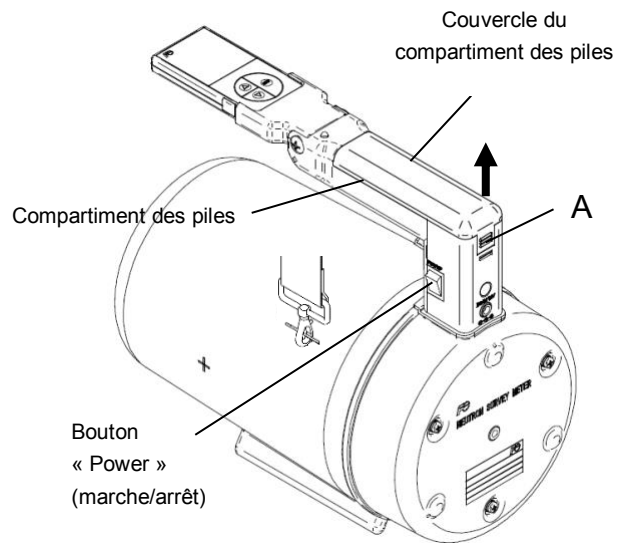

Figure 6-1 Retrait des piles
- (1) Placez l'interrupteur « Power » (marche/arrêt) du corps principal sur « OFF ».
- (2) En appuyant sur le point A (illustré à la Figure 6-1), faites glisser le couvercle du compartiment des piles vers le haut (dans le sens indiqué par la flèche) et retirez-le.